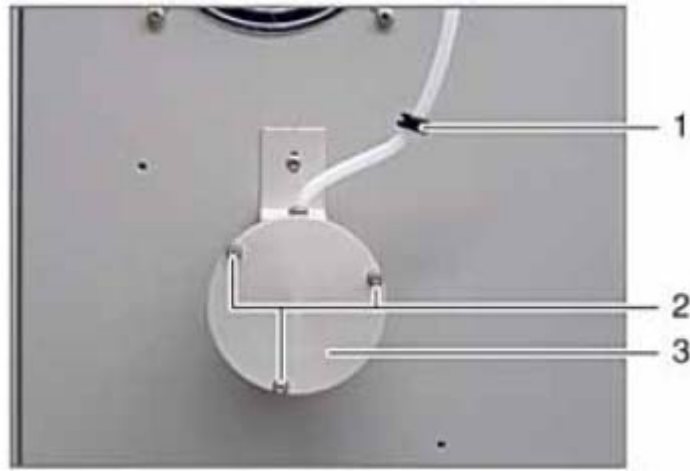

图 128 灰尘捕集器
2. 用六角螺丝螺丝刀卸下固定顶罩的六角螺丝（图 128 中 2），取下顶罩（图 128 中 3）。